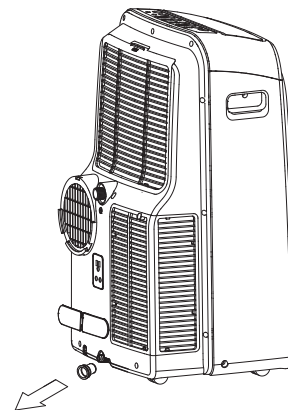

Fig. 18
- Cuando el nivel del agua de la bandeja inferior alcanza un nivel predeterminado, la unidad comienza a hacer un sonido "bip" durante 8 veces, el área del visor digital muestra "P1". En ese momento el proceso de aire acondicionado / calefacción se detendrá inmediatamente, aunque el motor del ventilador continuará su operación (esto es normal). Mover cuidadosamente la unidad hacia la ubicación del desagüe, quitar el tapón de desagüe inferior y dejar correr el agua (Fig. 18). Reinstalar el tapón de desagüe inferior y reiniciar la unidad hasta que el símbolo "P1" desaparezca.
- Quitar el tapón de la salida de desagüe inferior, toda el agua en la bandeja inferior drenará hacia afuera (Ver Fig.18).